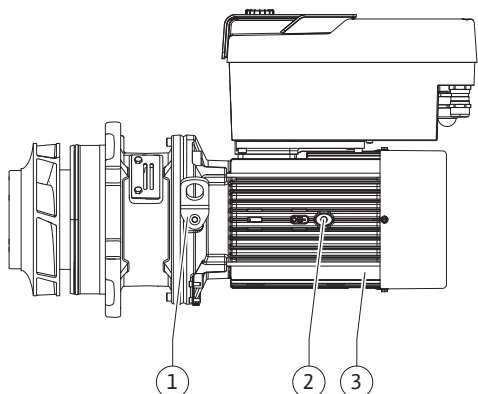

Fig. 100: Instickssats
9. Ta bort instickssatsen (Fig. 100) från pumphuset genom att lossa flänsskruvarna (Fig. I, pos. 29).
10. Sätt i en ny motring (Fig. II, pos. 26) i lanternan. Skjut lanternan försiktigt över axeln och placera den på den gamla platsen eller i ett annat vinklat läge till motorflänsen. Observera komponenternas tillåtna monteringslägen (se kapitlet "Tillåtna monteringslägen och ändring av komponentplaceringen före installationen" [► 21]).
11. Skruva i skruvarna (Fig. II, pos. 10 och pos. 10a). Dra inte åt skruven (pos. 10), helt ännu.
12. Skjut på en ny mekanisk tätning (Fig. II, pos. 25) på axeln. Undvik att den mekaniska tätningen skadas på grund av förskjutningar.
14. Rengör lanternspåret och sätt dit den nya O-ringen (Fig. II, pos. 19).
16. För in instickssatsen (se Fig. 100) i pumphuset på den tidigare positionen eller i ett annat önskat vinklat läge. Observera komponenternas tillåtna monteringslägen (se kapitlet "Tillåtna monteringslägen och ändring av komponentplaceringen före installationen" [► 21]).
17. När lanternförningen märkbart hakar fast (ca 15 mm före ändläget) finns det inte längre någon risk för vältning eller förskjutning. Efter att instickssatsen har säkrats med minst en skruv (Fig. II, pos. 29) kan fästelementen avlägsnas från transportöglorna.
18. Skruva i skruvarna (Fig. II, pos. 29). När skruvarna skruvas in dras instickssatsen in i pumphuset.